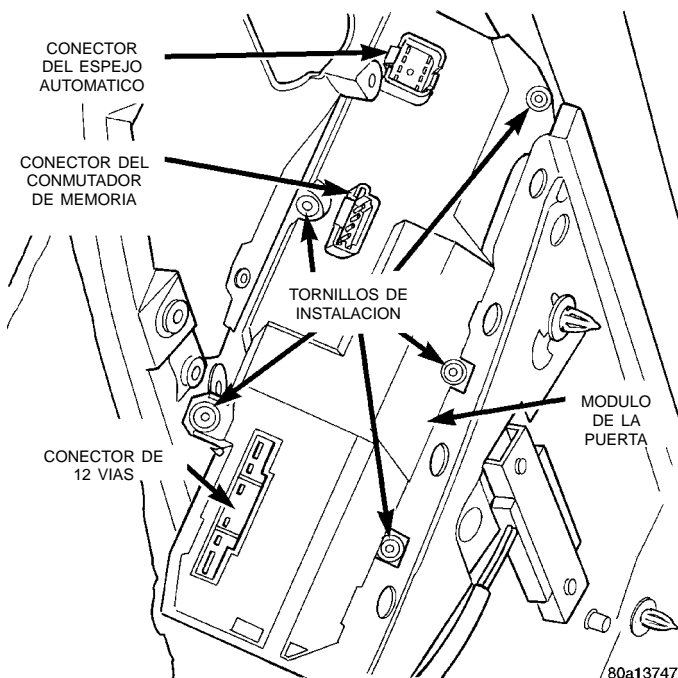

Fig. 3 Desmontaje/instalación del módulo de la puerta
(8) Desenchufe los conectores del mazo de cables del módulo de la puerta y la luz de cortesía de la puerta, si el vehículo la tiene instalada.
(9) Retire los cinco tornillos que sujetan el módulo de la puerta al panel de la puerta (Fig. 3).